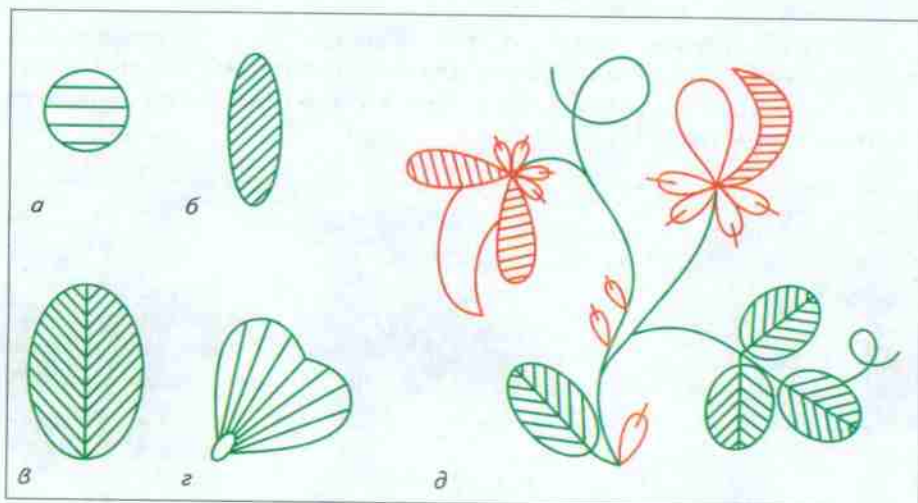

Рис. 30. Горошек
1. Переведите на ткань рисунок ветки горошка и его элементов (рис. 30).
2. Используя нитки мулине в одно сложение любого цвета, выполните вышивку элементов (рис. 30, а, б, в, г) прямой, косой и радиальной двусторонней гладью.
3. Вышейте горошек (рис. 30, д) ниткой в одно сложение зелёного цвета. При вышивании листика стежки гладь располагайте по мелким прожилкам.